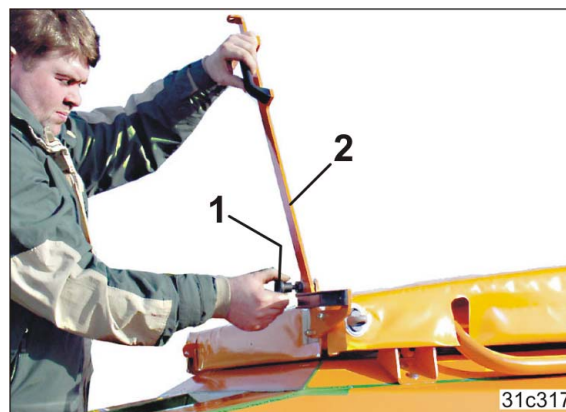

Рис. 181
- 11.3 Выньте подпружиненный палец (Рис. 181/1) и поверните рычаг (Рис. 181/2) вниз.